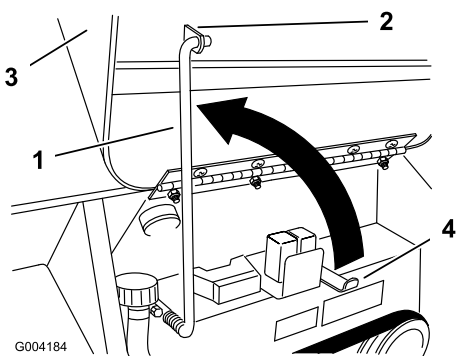

Рисунок 24
4. Отведите подпорную штангу кверху и закрепите в кронштейне на капоте (Рисунок 24).